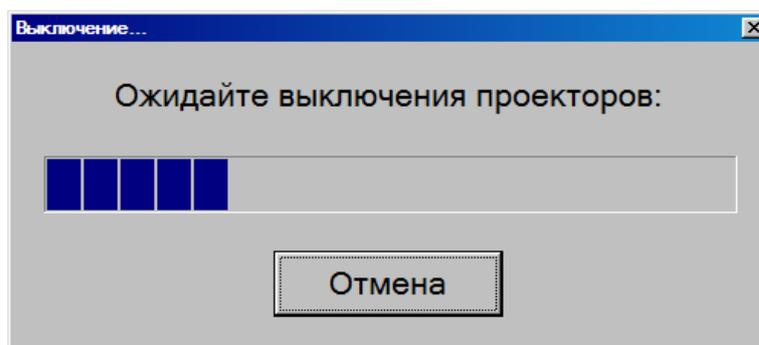

Рисунок 33 – Окно ожидания выключения проекторов
- 3) Дождаться выключения проекторов (Рисунок 33).²